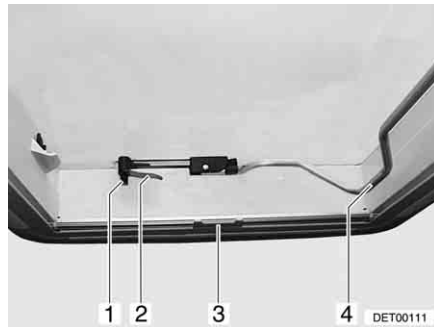
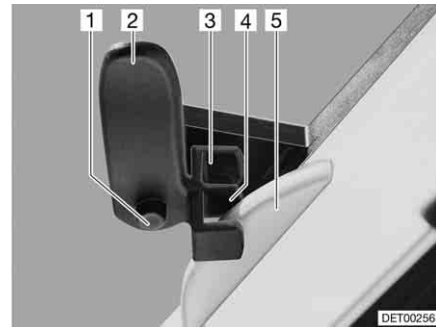

Bild 64 Heki-Dachhaube, geschlossen
Bild 65 Heki-Dachhaube in Lüftungsstellung 1
- Sicherungsknopf (Bild 64,1) drücken und Verriegelungshebel (Bild 64,2) eine viertel Umdrehung nach innen drehen.
- Bügel (Bild 64,4) nach unten aus der Arretierung ziehen.
- Verriegelungshebel (Bild 64,2 und Bild 65,2) eine viertel Umdrehung drehen. Die Nase der Dachverriegelung (Bild 65,5) muss dabei in die obere Verriegelungsgabel (Bild 65,3) eingreifen.
- Sicherungsknopf (Bild 65,1) drücken und Verriegelungshebel (Bild 65,2) zurückdrehen. Die Nase der Dachverriegelung (Bild 65,5) muss dabei in die untere Verriegelungsgabel (Bild 65,4) eingreifen.